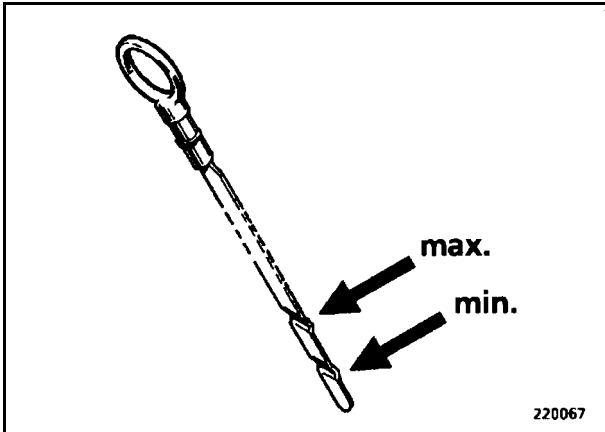
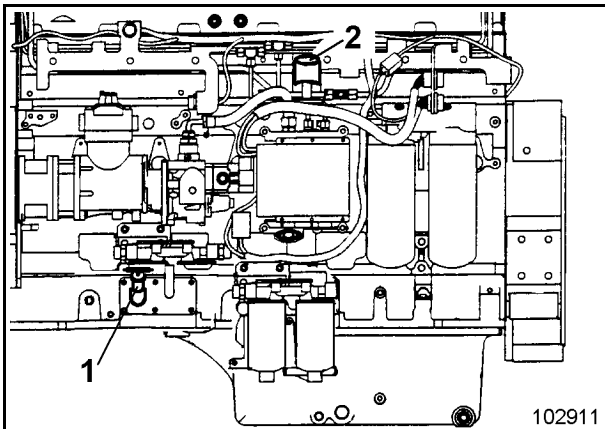

Fig. 3-12:
Fig. 3-13:
- Den Ölmeßstab wieder herausziehen, der Ölstand soll zwischen den Markierungen (Pfeile, Fig. 3-12:) liegen. Liegt der Ölstand bei der Markierung "min" oder darunter, Motoröl über den Einfüllstutzen (2, Fig. 3-13:) nachfüllen.